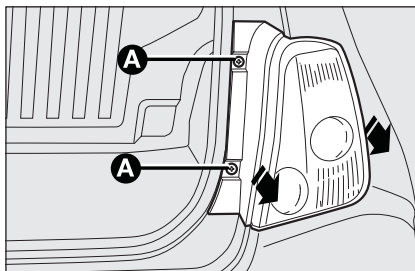

fig. 26
- Dévisser les deux vis de fixation **A-fig. 26** et extraire axialement le groupe optique, sans le tourner;